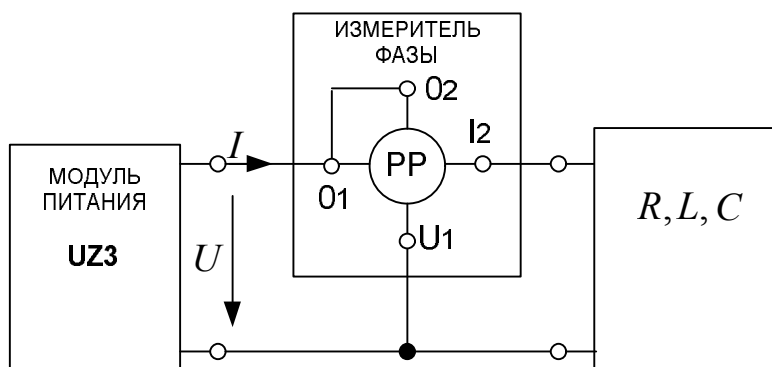

Рис. 3.5. Схема исследуемой электрической цепи
1) Собрать электрическую цепь по схеме, приведенной на рис. 3.5 протокола измерений. Тумблер  $SA2$  модуля *Измеритель фазы* установить в положение  $I2$ .